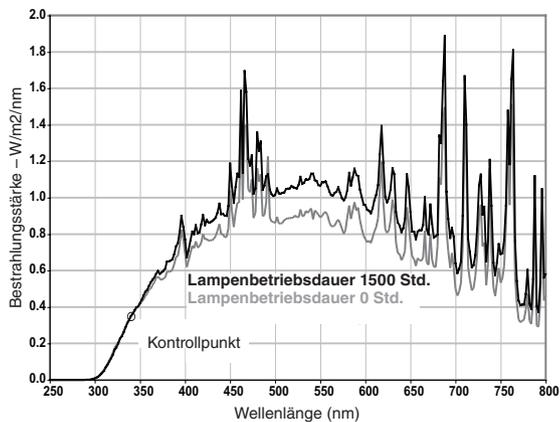

**Abb. 13 - Q-SUN Xenon-Prüfkammer SOLAR EYE Bestrahlungsstärke**
**Strahlungsregelung.** Xenonbogen-Testgeräte verfügen in der Regel über eine Strahlungsregelung. Die SOLAR EYE-Bestrahlungsregelung des Q-SUN ist auf Abbildung 13 dargestellt.